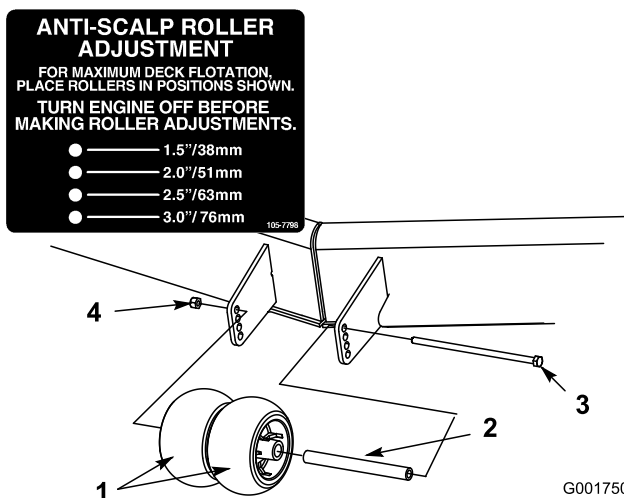

Figura 20
- Después de ajustar la altura de corte, retire la tuerca con arandela prensada, el casquillo y el perno (Figura 20).
- Seleccione el taladro que hará que los rodillos centrales estén lo más próximos posible a la altura de corte deseada (Figura 20).
- Instale los rodillos centrales, el casquillo, el espaciador, el perno y la tuerca (Figura 20).